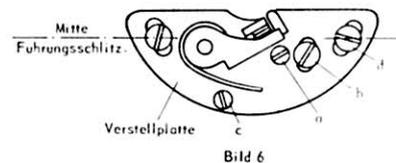

Bild 6
1. Unterbrecherverstellplatte so einstellen, daß die Befestigungsschrauben d in die Mitte der Führungsschlitze zu liegen kommen (Bild 6). Die Befestigungsschrauben für die Zündabstandverstellung werden dann vorläufig festgezogen.